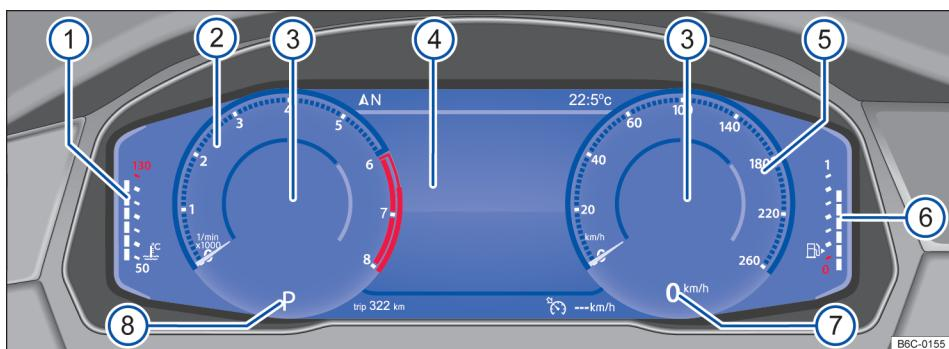

Fig. 13 Active Info Display no painel de instrumentos.
Explicações sobre os instrumentos → Fig. 13:
Dependendo do perfil de informação selecionado, o Active Info Display mostra informações adicionais no centro de instrumentos redondos → Fig. 13 ③. Os seguintes perfis de informação podem ser selecionados: